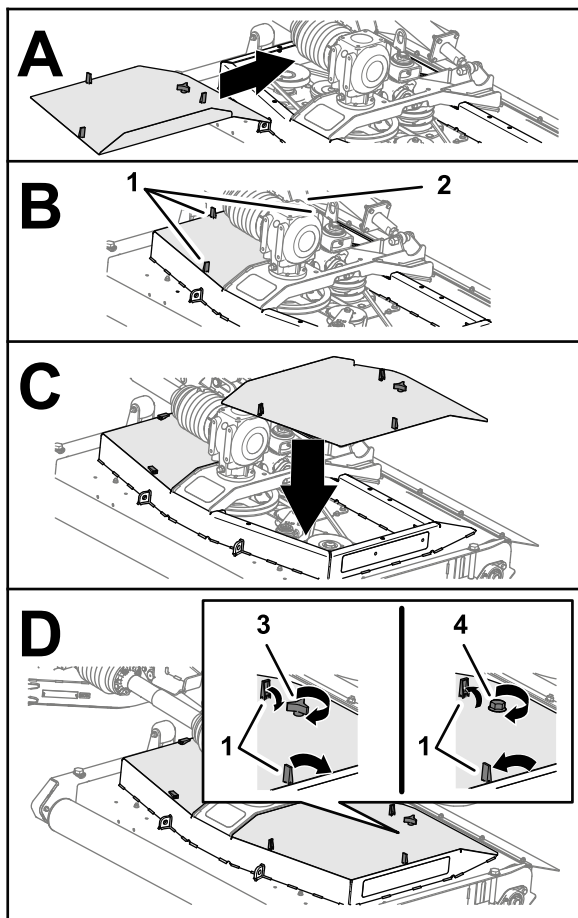

Рисунок 41
1. Совместите защелки крышки деки газонокосилки с отверстиями в деке газонокосилки (Рисунок 41).
2. Установите крышку на деку газонокосилки (Рисунок 41).
3. Закрепите крышку (Рисунок 41) следующим образом:
4. Прикрепите крышку деки газонокосилки, зафиксировав 3 защелки (Рисунок 41).
5. Повторите действия, описанные в пунктах 1–4, для других снятых крышек (Рисунок 41).